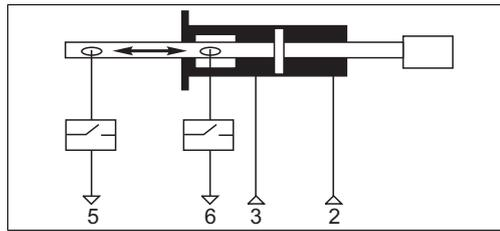

Fig. 11 : Autocollant sur le bloc de raccordement pneumatique
1. Référez-vous à l'étiquette (Fig. 11) du bornier pneumatique pour raccorder les flexibles d'air comprimé.